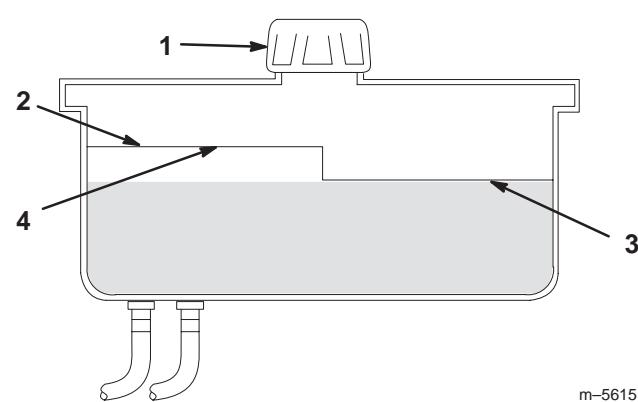

Figure 50
2. Nettoyez la surface autour du goulot de remplissage du réservoir hydraulique (Fig. 50).
3. Enlevez le bouchon du goulot de remplissage et vérifiez si le réservoir contient du liquide (Fig. 50).